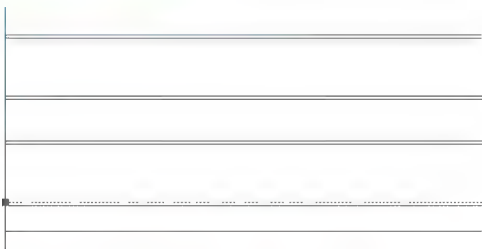

图 4.9 选择首层的窗台线
(1) 用【窗口放大】命令放大左下角视图，如图 4.9 所示。
(2) 在命令行无命令的状态下选择首层的窗台线，则出现蓝夹点，如图 4.9 所示。单击左侧的蓝夹点，使其变成红色的热夹点，然后按两下 Esc 键取消夹点，这样就将该点定义成相对坐标的基本点。